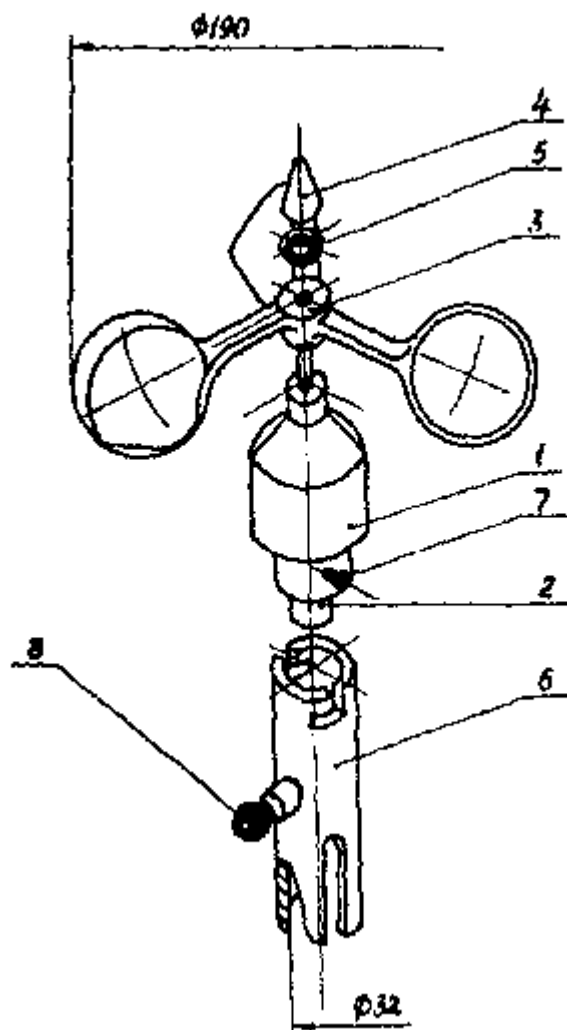
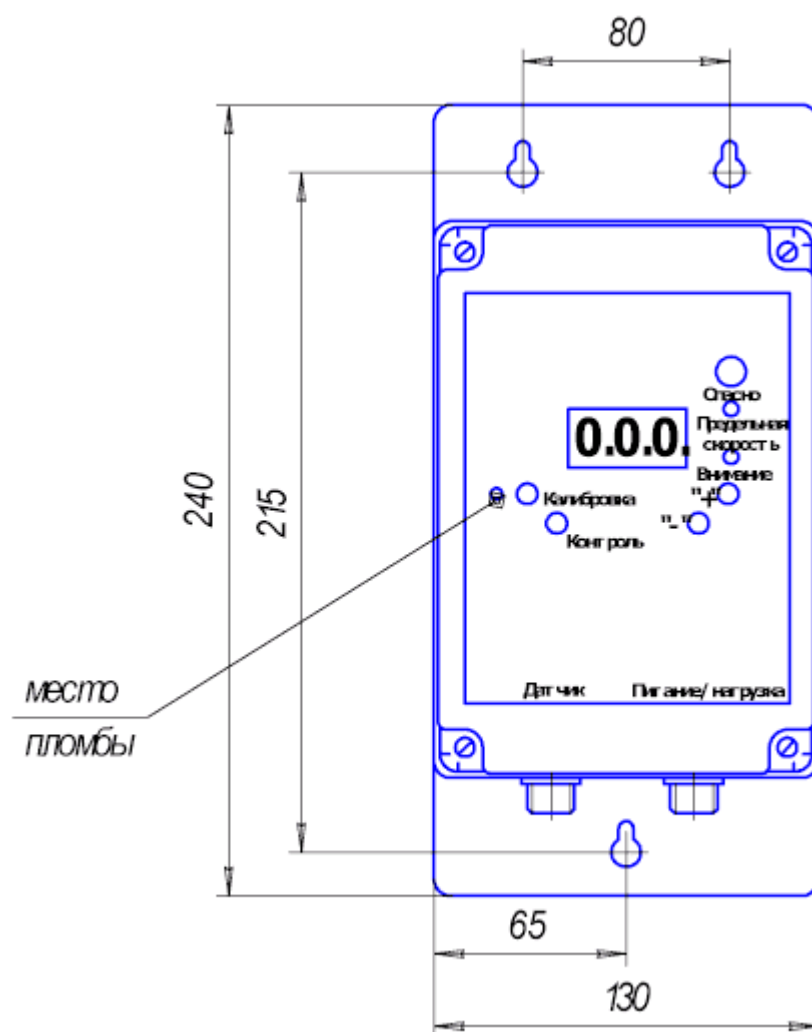

Рис.1
Рис. 2
2.17. Установочные и присоединительные размеры приведены на рис. 1 и рис. 2
4.1. Анемометр (см. рис. 1, 2) состоит из датчика скорости ветра, блока контроля, кабеля (соединительного, питания и нагрузки)
4.2.1. Датчик скорости ветра (Рис. 1) состоит из преобразователя 1, в нижней части которого находится разъем 2 для подключения соединительного кабеля. На ось преобразователя устанавливается крыльчатка 3 и фиксируется гайкой 4 через уплотнительную шайбу 5. Собранные таким образом детали датчика помещаются в специальную трубу 6 и зажимаются винтами 7. Для крепления датчика на объекте используется стопорный винт 8
4.2.2. Блок контроля (Рис.2)
На передней панели расположены трехразрядное цифровое табло; световые индикаторы: «ОПАСНО», «ПРЕДЕЛЬНАЯ СКОРОСТЬ», «ВНИМАНИЕ»; звуковой сигнализатор; кнопки «КОНТРОЛЬ», «КАЛИБРОВКА», «+», «-». После заводской регулировки прибор опечатан. Место установки пломбы поз.1 на рис. 2
6.1.2. Произвести сборку датчика скорости ветра, для чего к разъему - 2 датчика - 1 (Рис. 1) подсоединить соединительный кабель, предварительно пропустив его через трубу - 6, и закрепить корпус преобразователя к трубе двумя винтами - 7; затем установить на ось преобразователя - 1
6.1.3. Проверить исправность блока контроля и работу совместно с датчиком, для чего: подключить кабель к разъему блока контроля, вилку кабеля питания включить в сеть 220 В (при питании постоянным током подключить провода питания к сети ± 24 В или ± 12 В). Проверить значения уставки по предельной скорости ветра и функционирование сигнализации. Для этого нажать кнопку «КОНТРОЛЬ» (рис.2. На табло высветится значение уставки и произойдет срабатывание сигналов «ВНИМАНИЕ», «ПРЕДЕЛЬНАЯ СКОРОСТЬ», «ОПАСНО». Убедившись в исправности, отжать кнопку «КОНТРОЛЬ» Время нажатия не должно превышать 3сек В случае необходимости изменения значения уставки предельной скорости ветра запись нового значения произвести в соответствии с инструкцией по техническому обслуживанию ВТНЛ.165277.000 ТО